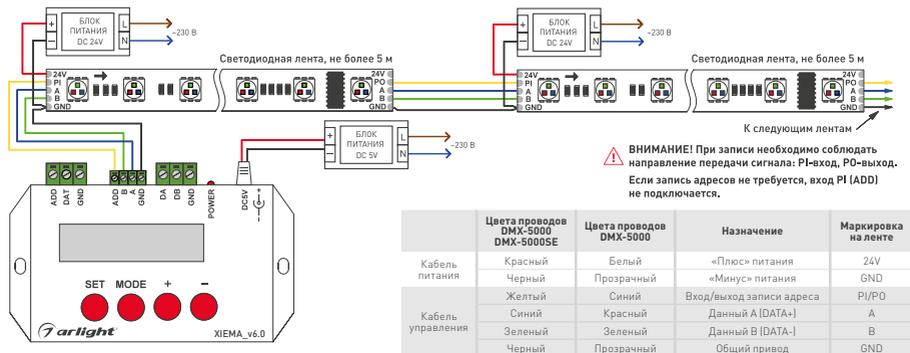

Рисунок 1. Схема подключения ленты на примере редактора адресов XIEMA\_v6.0 и с использованием отдельных блоков питания
- Подключите ленту в соответствии со схемой (рисунок 1). Соблюдайте полярность подключения и направление передачи сигнала (вход/ выход). Обращайте внимание на маркировку, нанесенную на печатную плату, и на цвета соединительных проводов.
- Подключите ленту согласно схеме (рисунок 1).